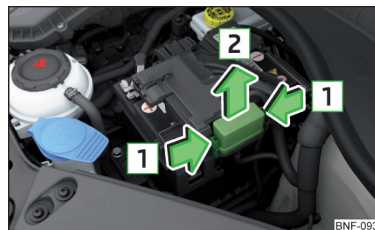

Fig. 171
Siguranțele se găsesc sub un capac, lângă bateria autovehiculului » fig. 171.
- Comprimați simultan tastele de blocare  ale capacului » fig. 171.